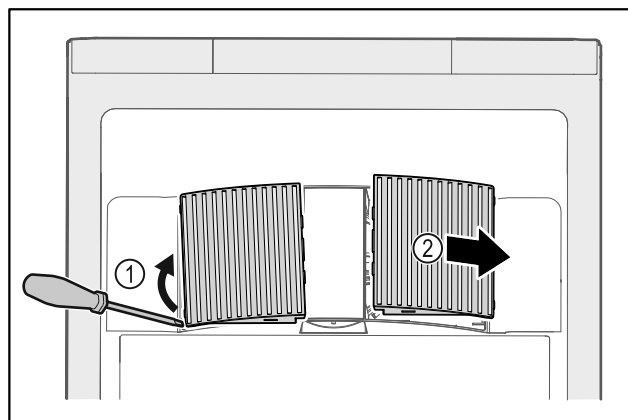

Fig. 147
- Estrarre con cautela i coperchi delle ventole dai lati Fig. 147 (1) e rimuoverli in avanti Fig. 147 (2).